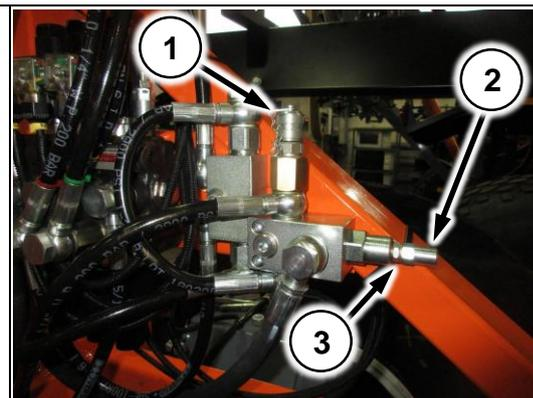

Рис. 185
1. Установите манометр в точку контроля давления (Рис. 185/1);
2. Отверните контргайку (Рис. 185/2);
6. Вращая регулировочный винт (Рис. 185/3) добейтесь давления 25 Bar по манометру при нажатой вниз клавише опускания подвеса;
7. По завершении регулировки законтрите контргайку (Рис. 185/2).